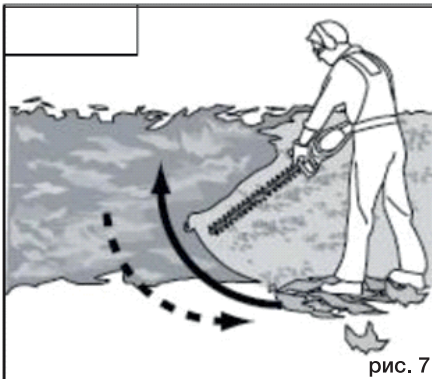

рис. 7
4. Сначала разрежьте обе стороны снизу вверх. Это предотвратит попадание обрезков на участок, который еще предстоит срезать (рис.7).